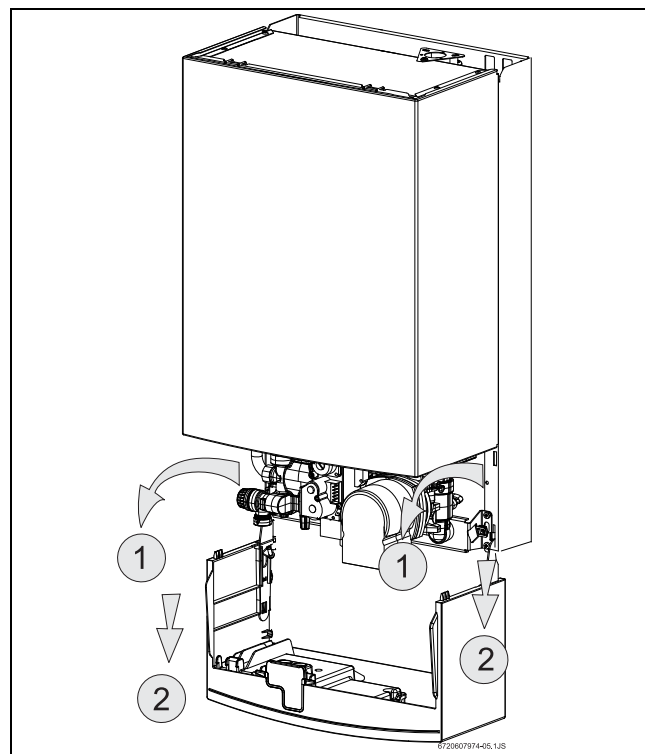

Рис. 9 Сервисное положение для доступа к системам водо- и электроснабжения
- ▶ Опустить коробку панели управления (см. рис. 9).